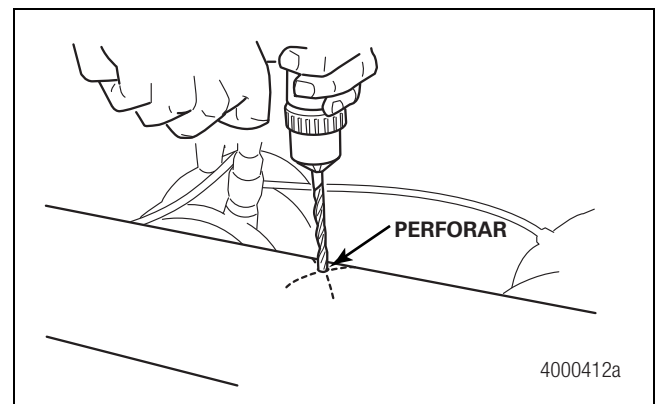

Figura 2.2
4. Con un lubricante para perforar y un taladro eléctrico de velocidad variable perfora un agujero de 11/32 de pulgada de diámetro RECTO en la parte superior central del eje. Figura 2.2.